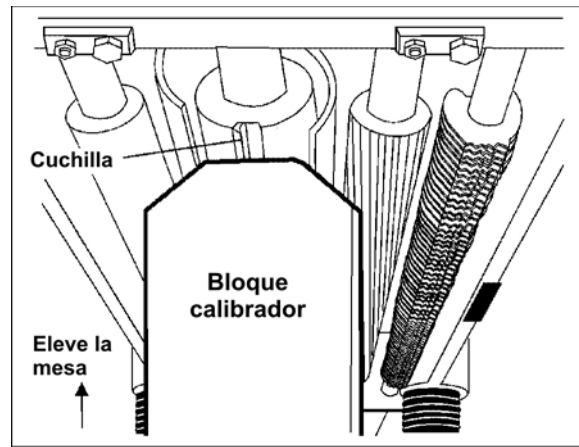

Figura 21
2. Coloque el bloque calibrador (Figura 21) sobre la mesa de trabajo directamente por debajo del borde de la cuchilla como se muestra. Haga un contacto ligero elevando suavemente la mesa.